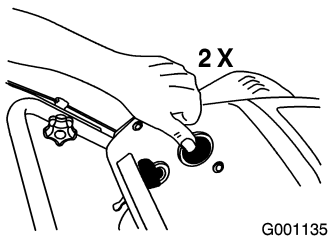

Figure 15
- Appuyez fermement à 2 reprises sur l'amorceur avec le pouce en marquant une pause d'une seconde chaque fois (Figure 15).